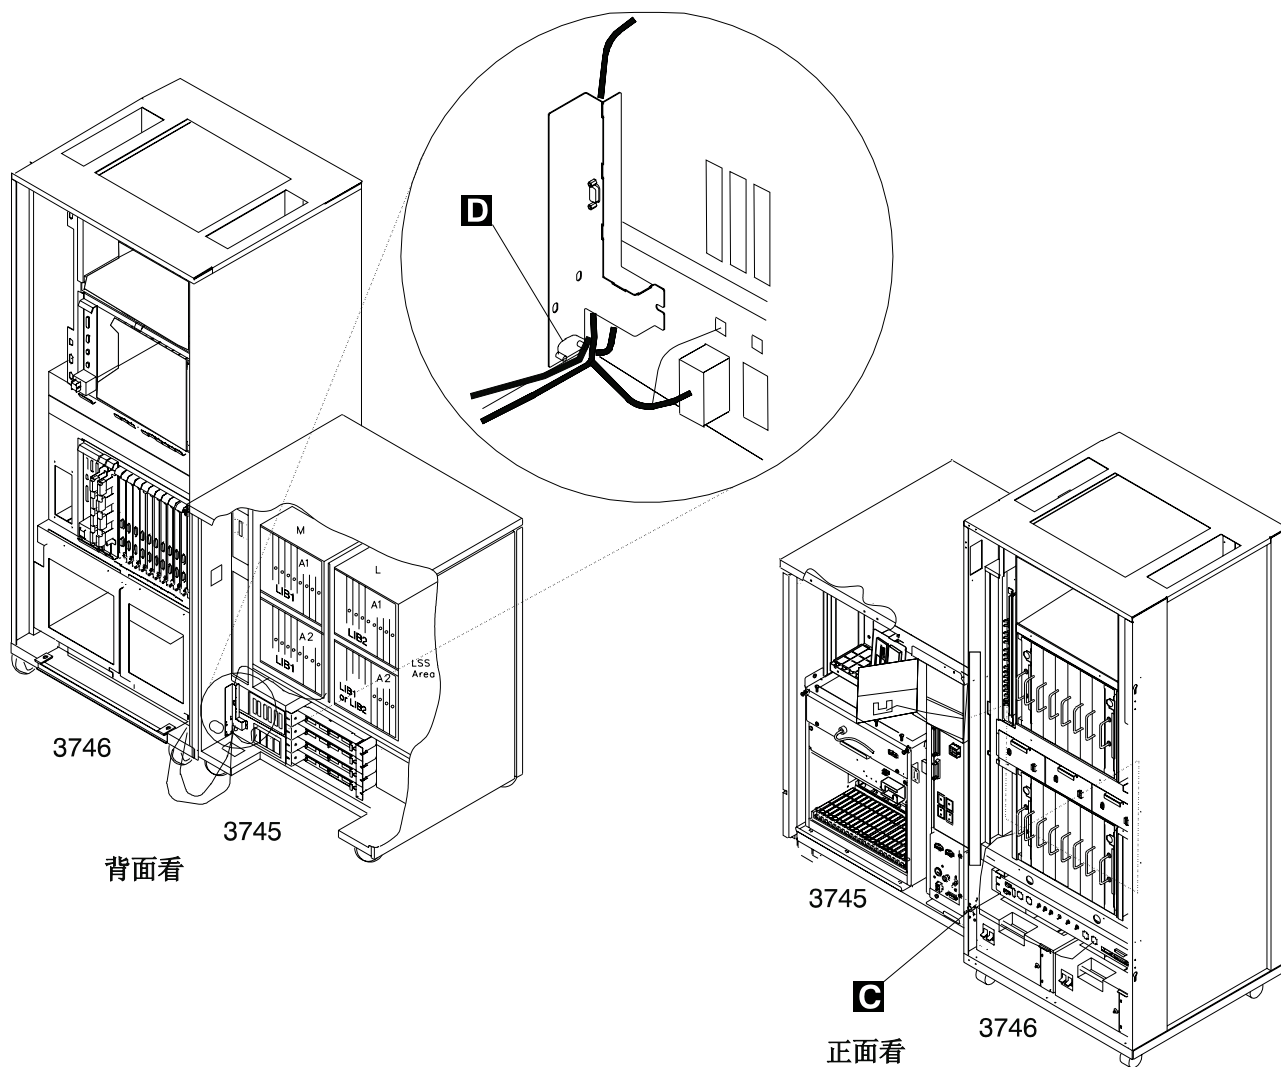

图 1. 3745型号17A/3746-900 电源控制线路由
- 3745型号17A通过电源控制线接地 (参照第3页的图1)。